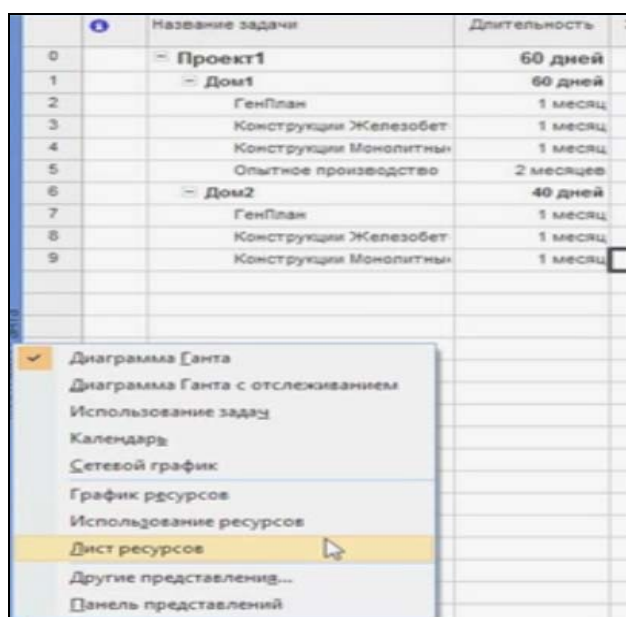

Рисунок 4 – Вызов окна «Ресурсы»
3. Выполним более сложную работу: надо перейти в **окно ресурсы** (рис. 4).